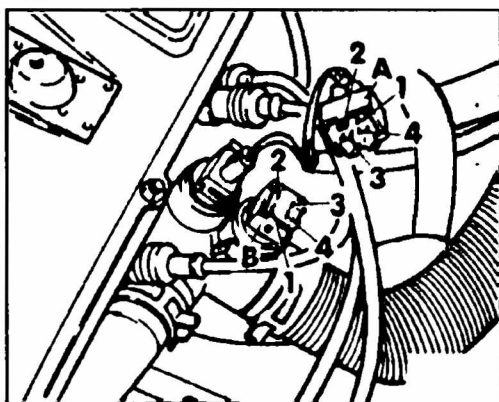

Рис. 4.16 Проверка работы дополнительного насоса
Отсоедините разъем А (см. рис. 4.16). Закоротите контакты (1) и (2) разъема жгута подготовленным обрезком провода.
Отсоедините разъем А (см. рис. 4.16). Контакты (1) и (2) жгута закоротите проволокой.